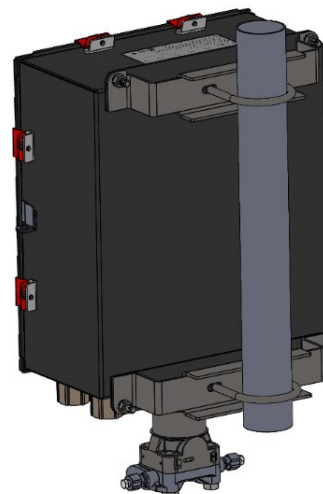

Figura 7. FB2100 (custodia in alluminio) su palina
2. L'FB2100 può essere montato su palina da due pollici. Vedere *Figura 7*.